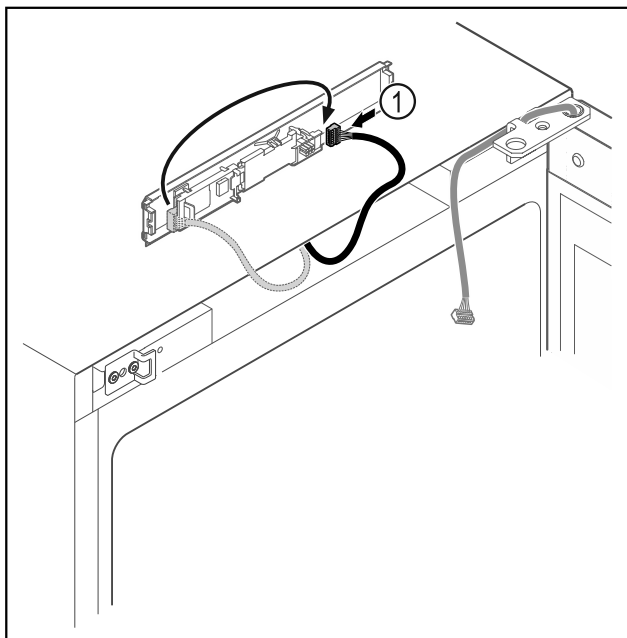

Fig. 21
- Ponovno spojite utikač Fig. 21 (1) na tiskanu pločicu.